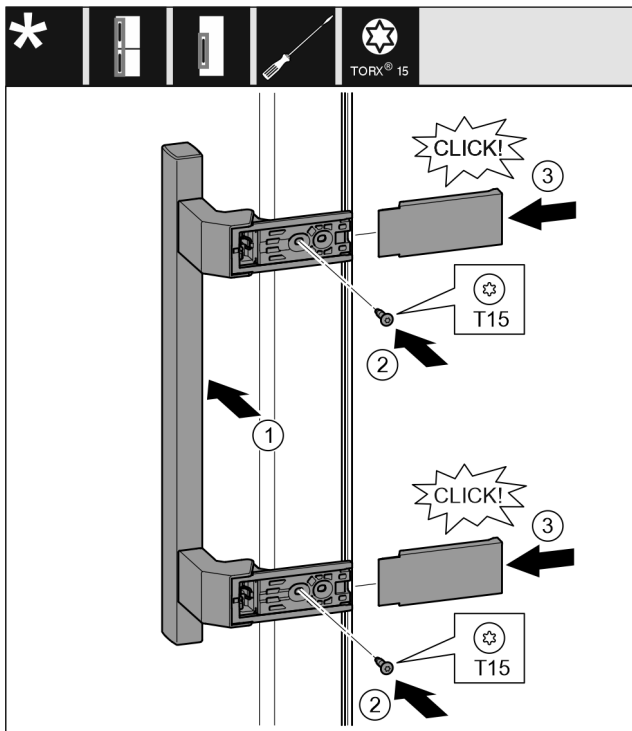

Fig. 21
- ▶ Εφαρμόστε τη λαβή στην απέναντι πλευρά. Fig. 21 (1)
- ▶ Σφίξτε τις βίδες με κατσαβίδι T15. Fig. 21 (2)
- ▶ Εφαρμόστε στο πλάι τα καλύμματα και τοποθετήστε τα. Fig. 21 (3)